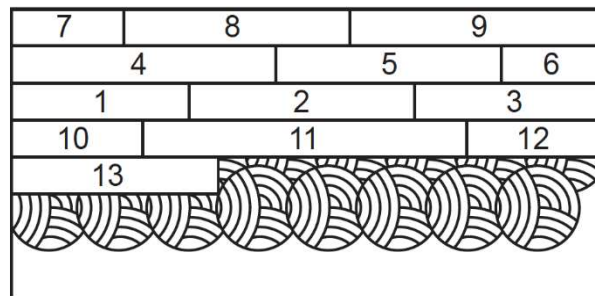

Figure 10D
- Assurez-vous de ne pas étaler d'adhésif trop loin devant votre aire de travail (**Figure 10D**);